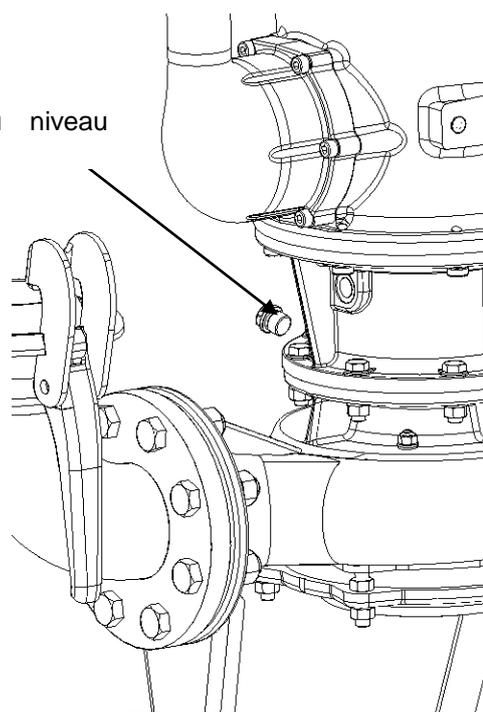

Figure 7
- Ouvrir la vis de contrôle de niveau d'huile (voir figure 7).